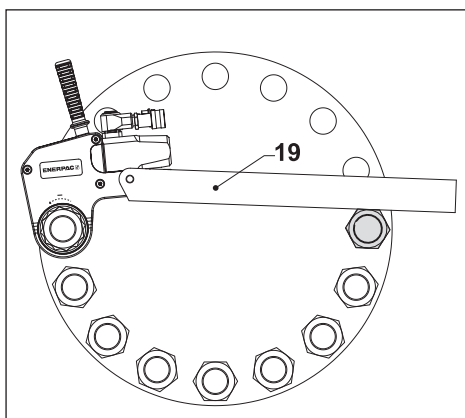
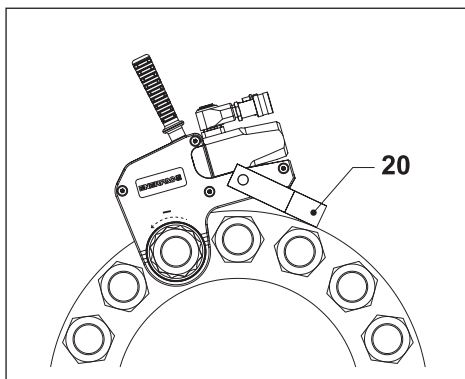

Fig. 11
Fig. 12
4.3.4 Användning av förlängd mothållsarm (Fig. 11)
- Placera den förlängda mothållsarm ur WTE-serien (19) mot en lämplig mothållspunkt. Mothållspunkten håller emot den kraft som verktyget alstrar.
4.3.5 Användning av mothållsarmpaddel (Fig. 12)
- Placera mothållsarmpaddeln ur WRP-serien (20) mot en lämplig mothållspunkt. Mothållspunkten håller emot den kraft som verktyget alstrar.